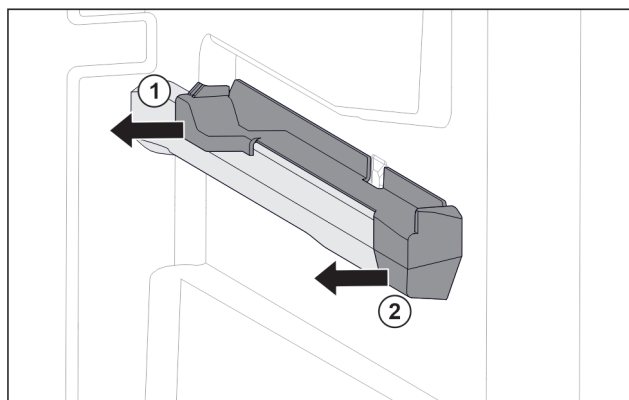

Fig. 46 Násuvný diel na pravom rebre nádoby
- ▶ Stiahnite násuvný diel vzadu do strany. Fig. 46 (1)
- ▶ Stiahnite násuvný diel vpredu do strany. Fig. 46 (2)